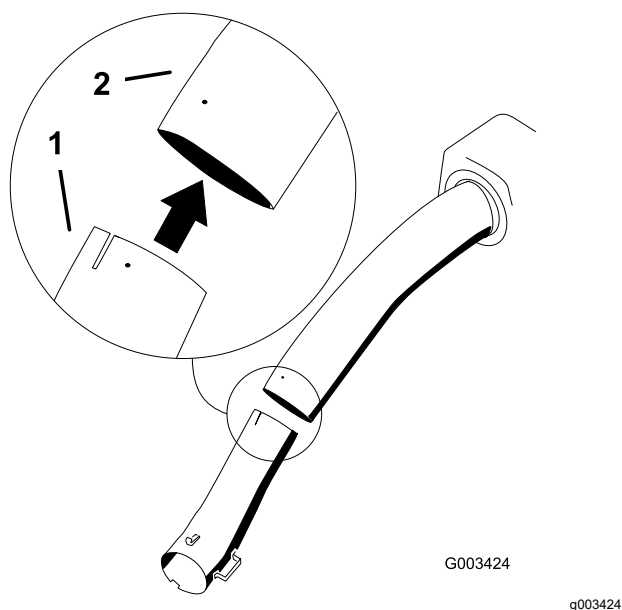

Figura 22
7. Instale el tubo inferior en el tubo superior (Figura 22).